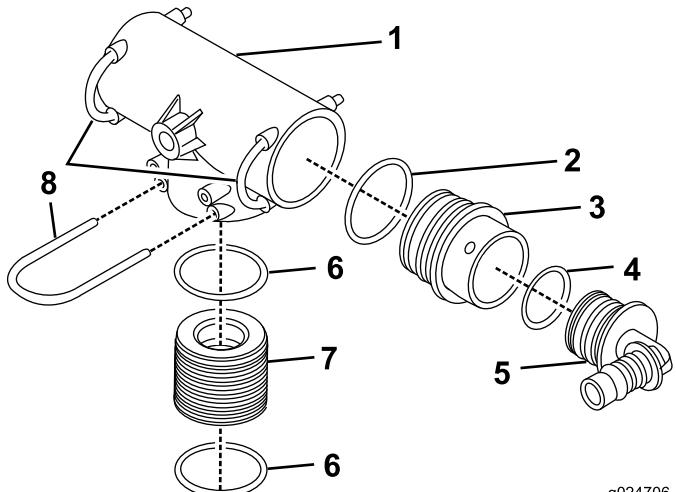

Figura 24
- Monte el conjunto de acoplamiento en T (Figura 24).